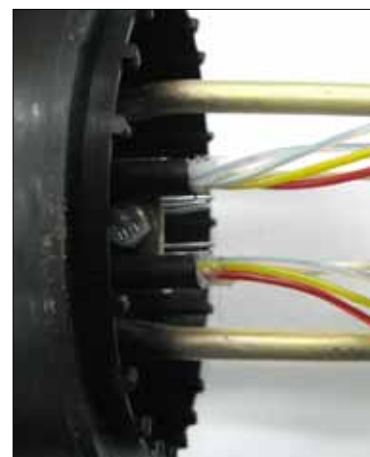

Рисунок 4.39 – Крепление проволок
4.5.1.14 Распределить проволоки брони равномерно на планке узла крепления, закрепить скобой и болтами (рисунок 4.39). Обрезать лишнюю длину кусачками боковыми или тросокусами.